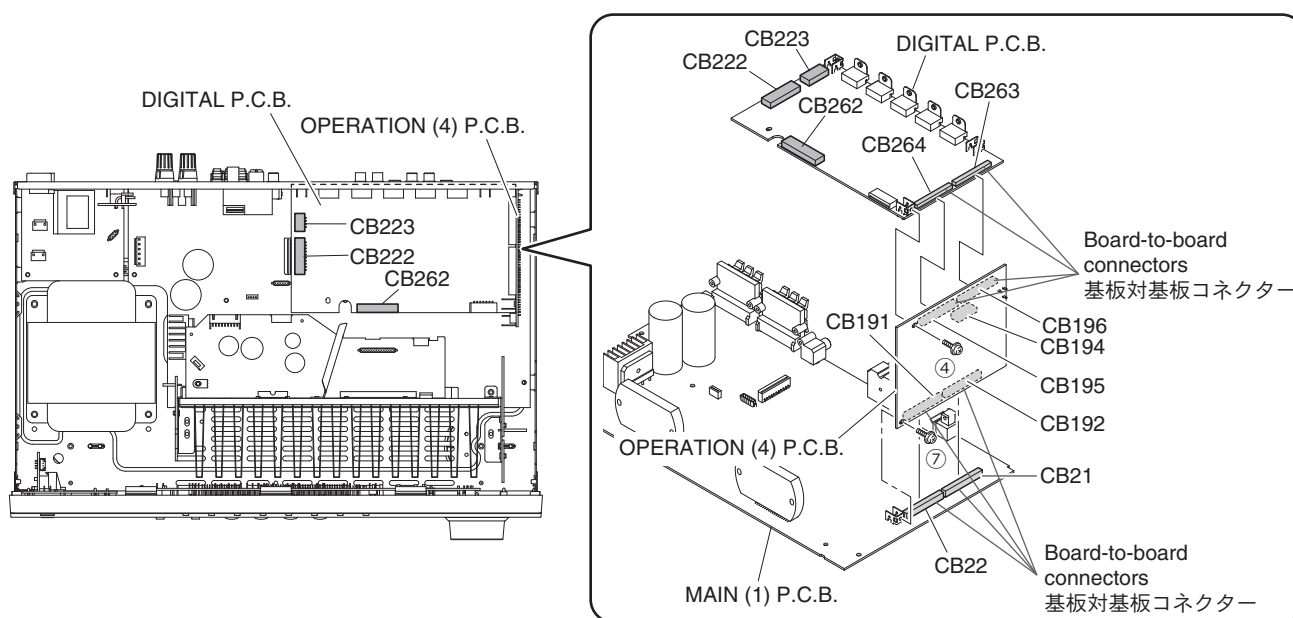

Fig. 2
- Remove CB222 and CB223 (Fig. 2)
- Unlock and remove CB262. (Fig. 2)
- Remove screw (④). (Fig. 2)
- Remove the DIGITAL P.C.B. which is connected directly to the OPERATION (4) P.C.B. with board-to-board connectors. (Fig. 2)
4. Removal of OPERATION (4) P.C.B.
- Remove CB194. (Fig. 2)
- Remove screw (⑦). (Fig. 2)
- Remove the OPERATION (4) P.C.B. which is connected directly to the MAIN (1) P.C.B. with board-to-board connectors. (Fig. 2)
- CB222、CB223 を外します。(Fig. 2)
- ロックを外し、CB262 を外します。(Fig. 2)
- ④のネジ 1 本を外します。(Fig. 2)
- DIGITAL P.C.B. を外します。ただし、DIGITAL P.C.B. は OPERATION (4) P.C.B. に基板対基板コネクタで直接接続されています。(Fig. 2)
4. OPERATION (4) P.C.B. の外し方
- CB194 を外します。(Fig. 2)
- ⑦のネジ 1 本を外します。(Fig. 2)
- OPERATION (4) P.C.B. を外します。ただし、OPERATION (4) P.C.B. は MAIN (1) P.C.B. に基板対基板コネクタで直接接続されています。(Fig. 2)